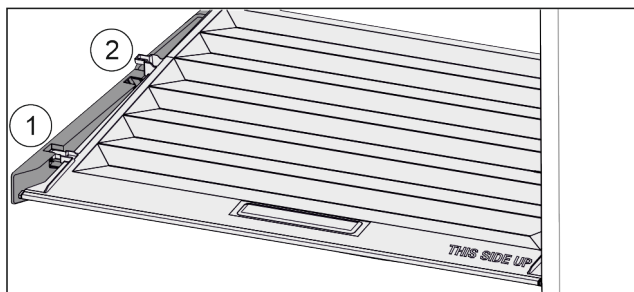

Fig. 135
- Tirer le couvercle vers l'avant jusque dans l'orifice des pièces de retenue Fig. 135 (1).
- Le soulever par le bas à l'arrière et le sortir par le haut Fig. 135 (2).